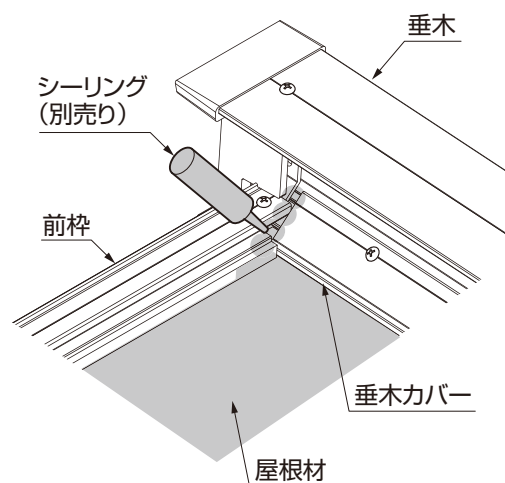

図6-9
- ⑭ 前枠と垂木、垂木カバーにシーリングしてください。(図6-9参照)